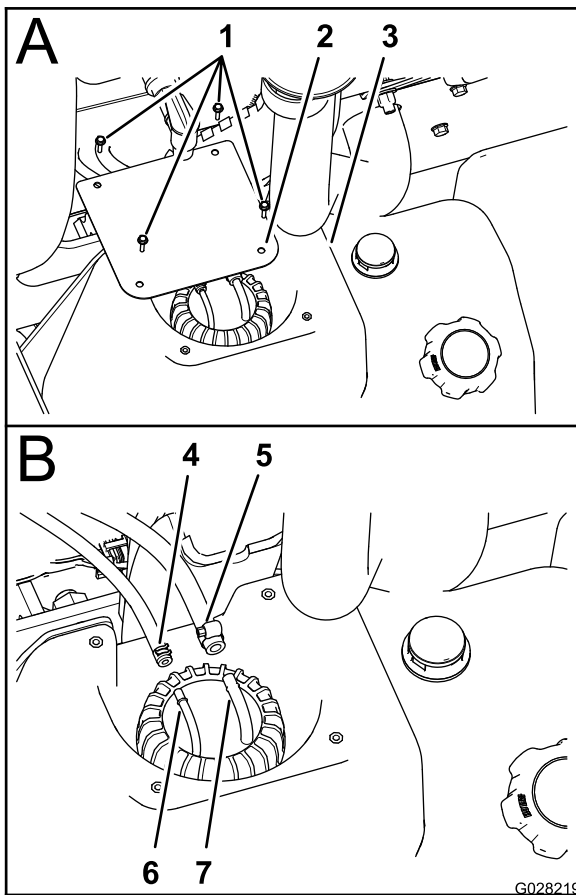

Figure 76
2. Retirez les 4 vis (n° 10 x 3/4") qui fixent le couvercle au sommet du réservoir de carburant et déposez le couvercle (Figure 76).
3. Desserrez les colliers qui retiennent les 2 flexibles de carburant sur les 2 raccords au sommet du tuyau vertical (Figure 76).
4. Débranchez les 2 flexibles des raccords et vidangez le carburant dans un bidon homologué (Figure 76).
4. Branchez le flexible de carburant de 6,4 mm au raccord de 6,4 mm et fixez-le en place avec le collier (Figure 76).
5. Branchez le flexible de carburant de 8 mm au raccord de 8 mm et fixez-le en place avec le collier (Figure 76).